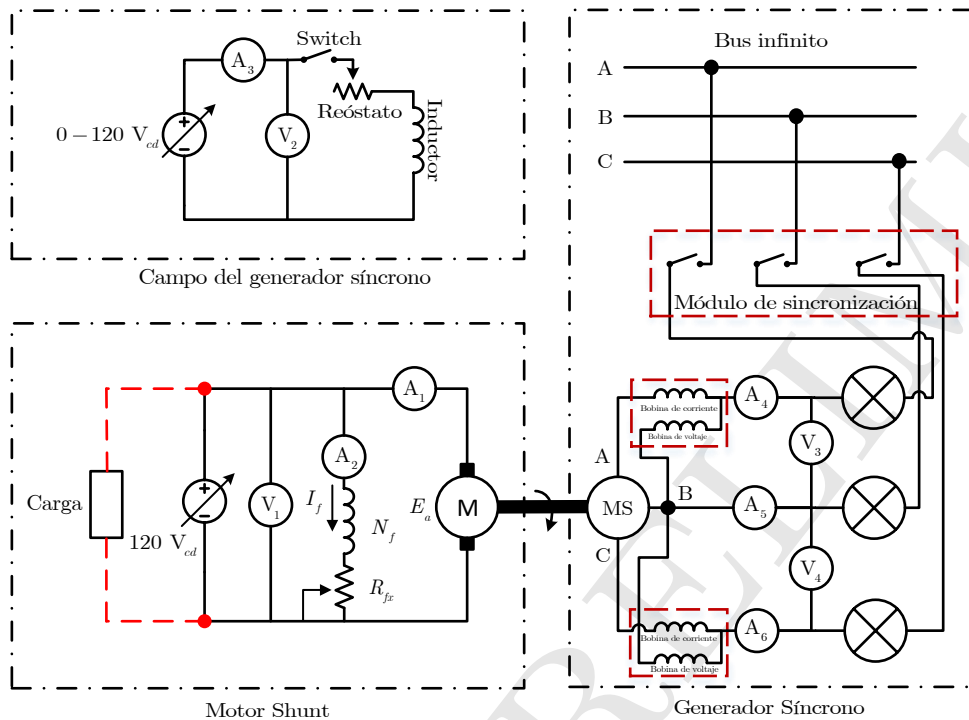

Figura 1: Diagrama de conexión para la sincronización de un generador a la red eléctrica.
- 1.1. Armar el circuito que se muestra en la Figura 1. Utilizar dos wáttmetros monofásicos que permitan medir valores negativos de potencia activa. En caso de utilizar un módulo de wáttmetros trifásicos no será necesario realizar la conexión para el método de los dos wáttmetros. Es importante mencionar que, en este punto se debe ignorar la carga que se conecta en las terminales del motor de CD, la cual se muestra con líneas punteadas de color rojo en la Figura 1.
- 4) Conectar en las terminales del generador de CD la primera carga resistiva que se muestra en la Tabla 1 y como se indica (con líneas punteadas de color rojo) en la Figura 1.